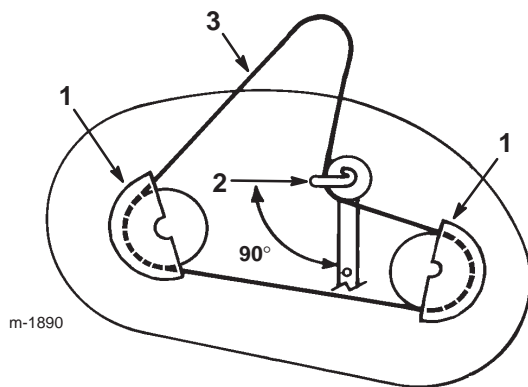

Bild 46
2. Entfernen Sie die Befestigungsschrauben der Riemenabdeckungen und die Riemenabdeckungen von beiden Schnittmesser-Riemenscheiben (Bild 46).
- Lockern Sie die Schraube und die Mutter, mit denen die Spannscheibe und die Riemenführung befestigt sind, entfernen Sie diese aber nicht (Bild 46).
- Richten Sie die Riemenführung der Spannscheibe so aus, dass sie 90° nach links zum Spannscheibenarm zeigt (Bild 46).
- Montieren Sie die linke und rechte Riemenabdeckung mit den Befestigungsschrauben (Bild 46).